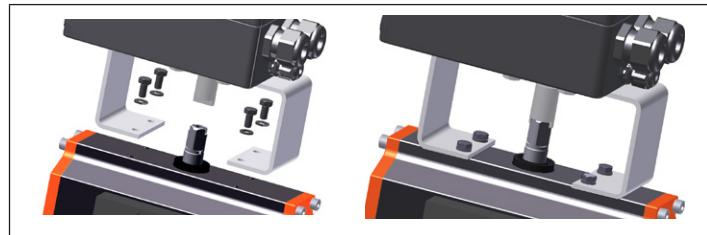

Bild 8: Schwenkantriebbefestigung
- Positioner mit Montagebrücke auf den Schwenkantrieb aufsetzen und befestigen (siehe „Bild 8“)